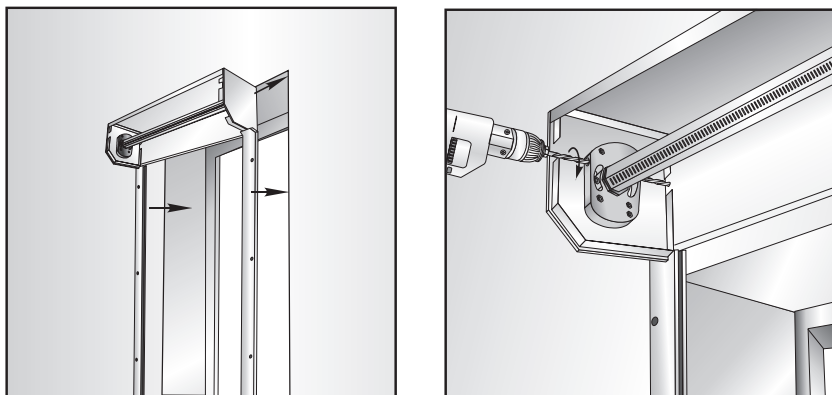

Рис. 22. Разметка отверстия для кардана
- 2) разметить расположение отверстия в стене (в некоторых случаях в деревянной оконной раме, при согласии заказчика) для вывода элементов управления (рис. 22);